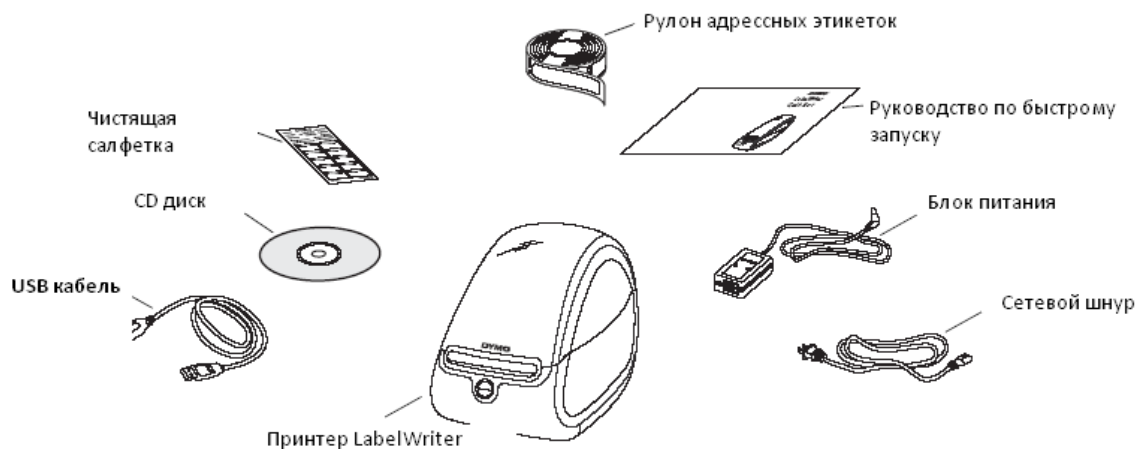

Рис. 1
2. Убедитесь, что в коробке имеются все предметы, указанные на рис. 1 (Этикетки, входящие в комплект могут различаться)